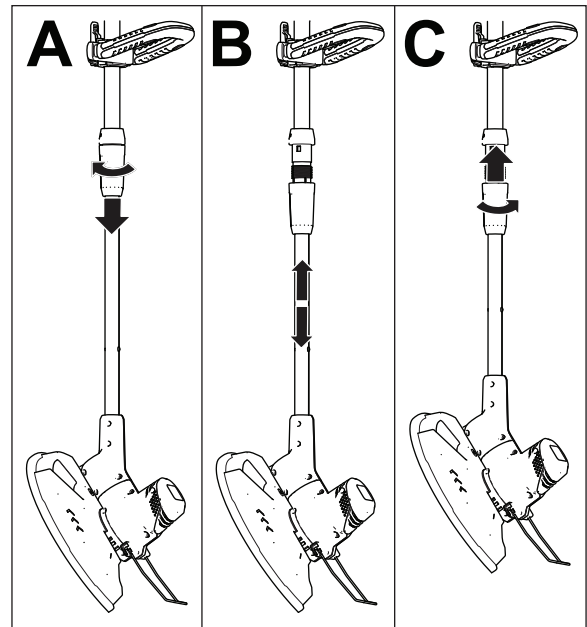

Figure 13
1. Desserrez l'accouplement sur la partie inférieure de la tige (encadré A de la Figure 13).
2. Faites coulisser la tige télescopique jusqu'à la hauteur voulue (encadré B de la Figure 13).
3. Serrez l'accouplement pour bloquer le manche en place (encadré C de la Figure 13).